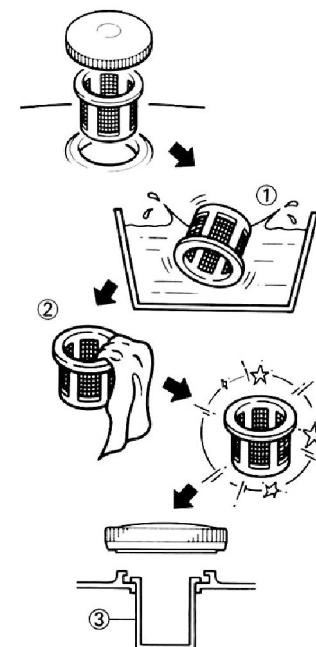

Рис. 16
8.5. Очистка фильтра бензобака (рис. 16)
- Открутите крышку бензобака и снимите сетчатый пластмассовый фильтр (1) бензобака, расположенный под крышкой бензобака.
- Промойте фильтр(1) растворителем и установите на место (3).